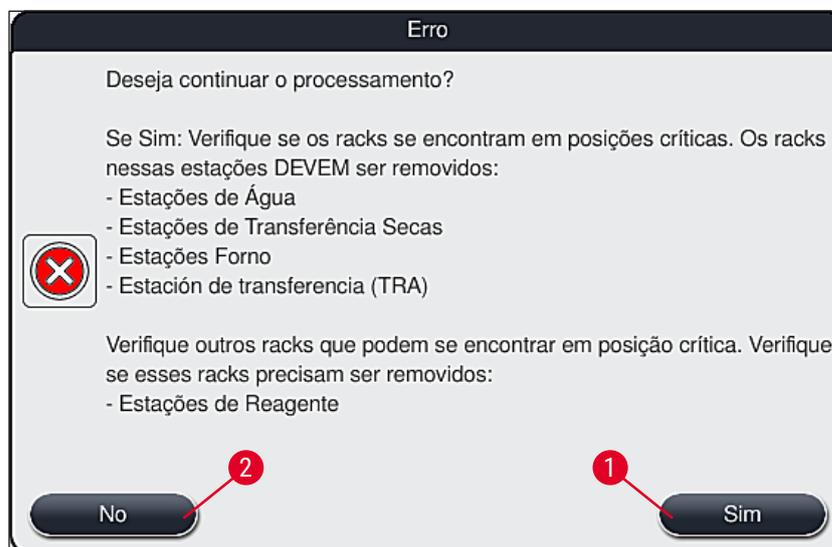

Fig. 108
- Em seguida, o usuário tem a opção de selecionar se o processo de coloração precisa ou não ser retomado (→ P. 133 – 8.2.2 Retomada do processo de coloração após uma falha de energia elétrica) ou cancelado (→ P. 135 – 8.2.3 Cancelamento de todos os processo de coloração após uma falha de energia elétrica) (→ "Fig. 108").
- Remova os racks críticos do aparelho, de acordo com a mensagem de informações (→ "Fig. 108") anterior e confirme a remoção pressionando a estação correspondente (→ "Fig. 109-1") na tela.
O cancelamento do processo de coloração e o retorno ao menu de seleção anterior (→ "Fig. 108") pode ser desfeito pressionando o botão **Cancelar** (→ "Fig. 110-2").